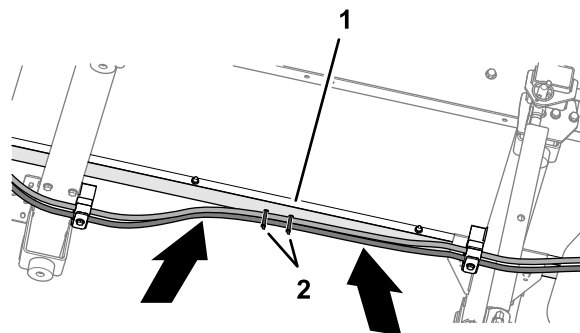

Рисунок 24
3. Между передней и средней поперечными балками проложите шланги так, чтобы они были прижаты к правой балке рамы (Рисунок 24).
4. Прикрепите шланги к отверстиям в балке рамы с помощью 2 кабельных стяжек (Рисунок 24). При закреплении шлангов убедитесь, что они правильно натянуты.